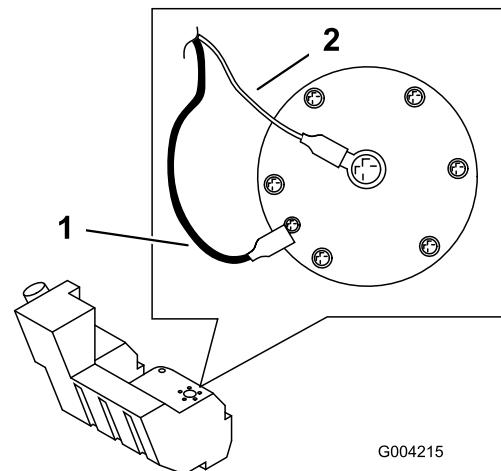

Figure 57
19. Sur le côté droit du réservoir, raccordez le fil orange à la borne centrale et le fil noir à la borne extérieure (Figure 57).